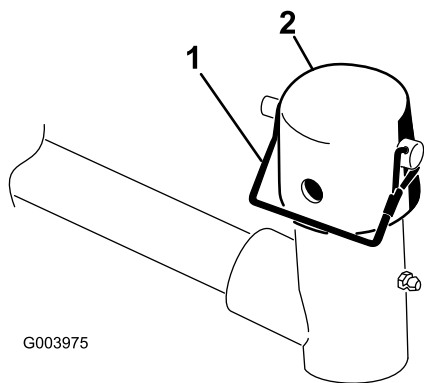

Figure 6
7. Retirez la goupille à fermoir et le capuchon de la chape de pivot du bras de levage (Figure 6).
Remarque: Utilisez la fente pour rendre l'unité de coupe directionnelle ou le trou pour que l'unité de coupe reste fixe (Figure 6).